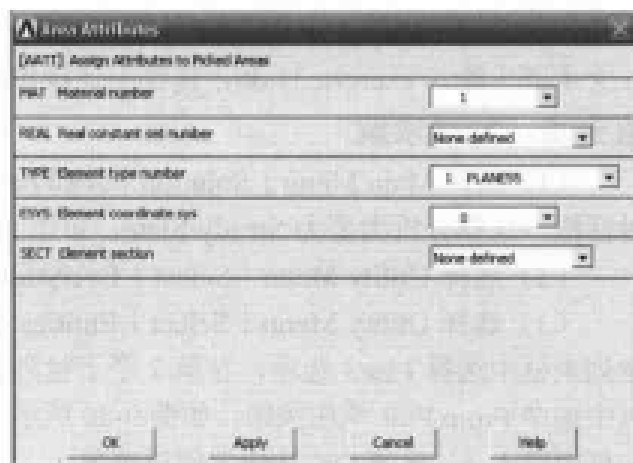

图 9-53 面属性设置对话框
(6) 选择 Main Menu | Preprocessor | Meshing | Mesh Attributes | Picked Areas 命令, 出现 Area Attributes 菜单, 在文本框中输入 1, 单击 OK 按钮, 出现 Area Attributes 对话框。在 MAT Material number 下拉列表框中选择材料参考号 1, 其余选项均采用默认设置, 如图 9-53 所示, 单击 OK 按钮关闭该对话框。